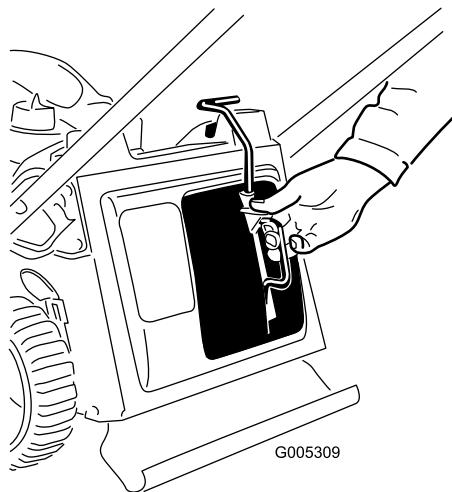

Figure 9
- Appuyez sur le bouton du levier avec le pouce et insérez complètement l'obturateur de mulching dans l'ouverture (Figure 9).